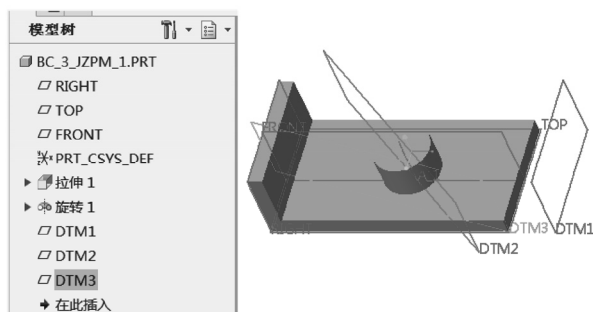

图 3-19 完成基准平面 DTM3
4) 单击“基准平面”对话框中“确定”按钮，创建与选定曲面相切并且通过指定点的基准平面 DTM3，如图 3-19 所示。